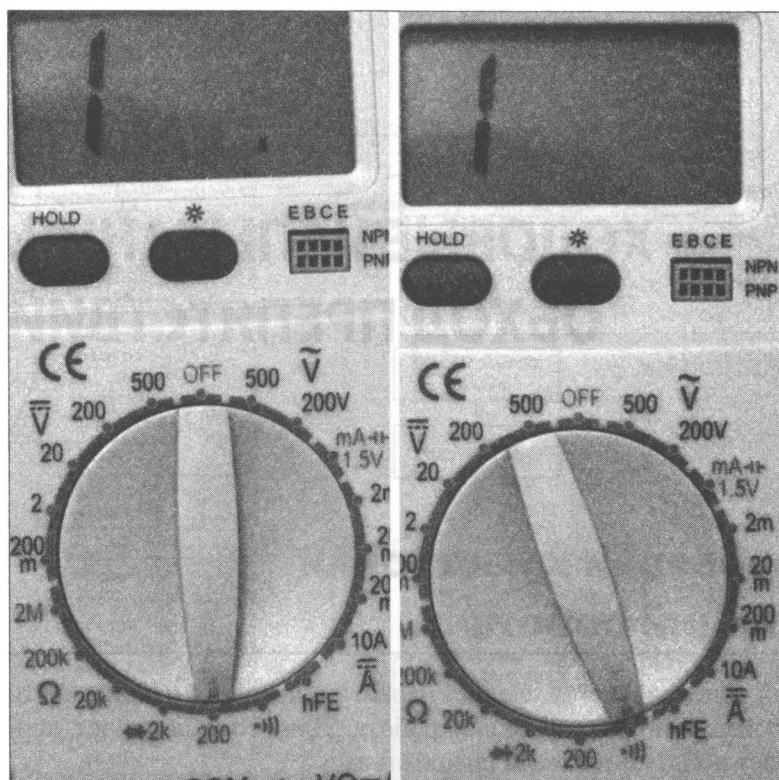

Рис. 10.11. Мультиметр при определении короткого замыкания
5. Отключив электропитание робота, измерьте сопротивление между контактами VCC и Trig — будет найдено короткое замыкание (рис. 10.11). Устраняется это тщательной пропайкой контактов и изоляцией.